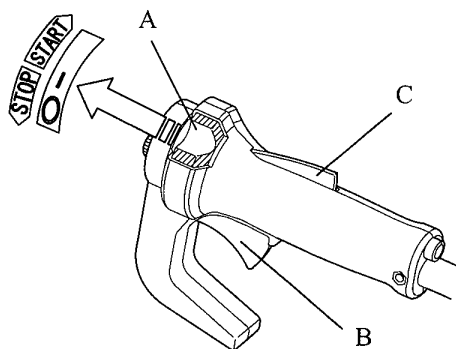

Fig.6-1
1. Druk zowel de blokkering van de bediening van de versnelling (C) als de bediening van de versnelling (B) tegelijkertijd volledig in. (Fig.6-1)